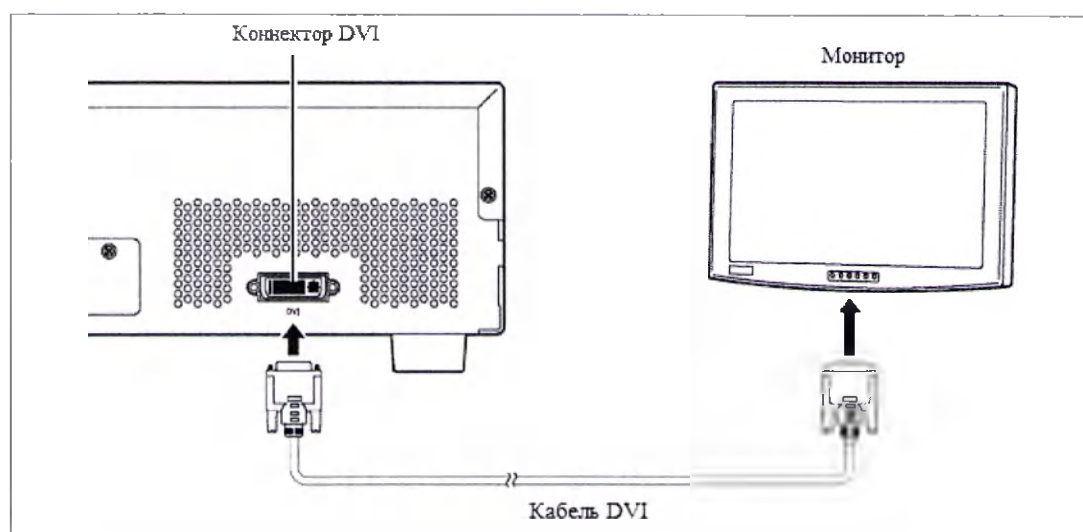

Рисунок 3.3
1. Один конец кабеля DVI (стр. 30) подсоедините к разъему DVI на задней панели УУН, а другой - к входу DVI монитора (см. рисунок 3.3).